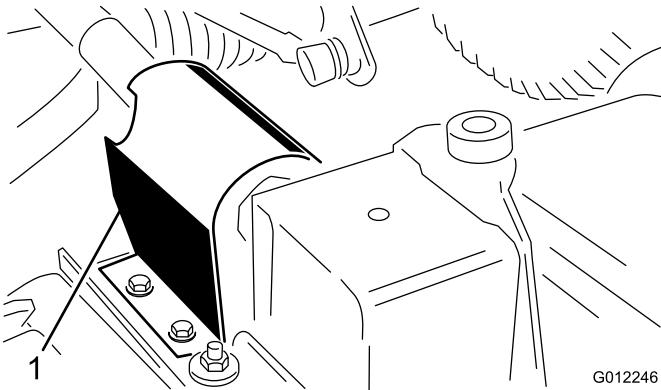

Figure 5
- Retirez les 2 vis autotaraudeuses qui fixent la protection de la PDF au sommet de la plaque de montage de la boîte d'engrenages du plateau de coupe, et déposez la protection (Figure 5).